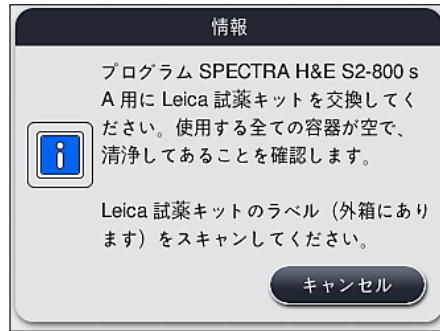

図 57
1. 画面上の情報メッセージ (→ 「図 57」) に従い、包装箱のラベルを装置前面の RFID センサー (→ 「図 58-1」) の前にかざしてスキャンされるようにします。
- ライカ試薬キットのスキャンを中止するには、有効期限切れでないライカ試薬キットのパッケージのラベルの読み込みが始まる前に、(→「図 57」) の情報メッセージにある「キャンセル」ボタンを押します。